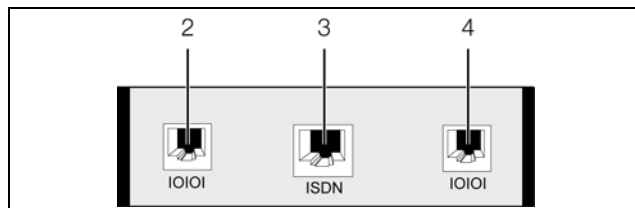

Рис. 9: Задняя сторона ISDN-блока
- Соедините ISDN-блок с помощью кабеля RJ 45 с Процессорным блоком CMC III (рис. 9, поз. 2 или поз. 3).
- Соедините ISDN-блок с помощью кабеля RJ 12 с Процессорным блоком CMC III (рис. 9, поз. 2 или поз. 4).